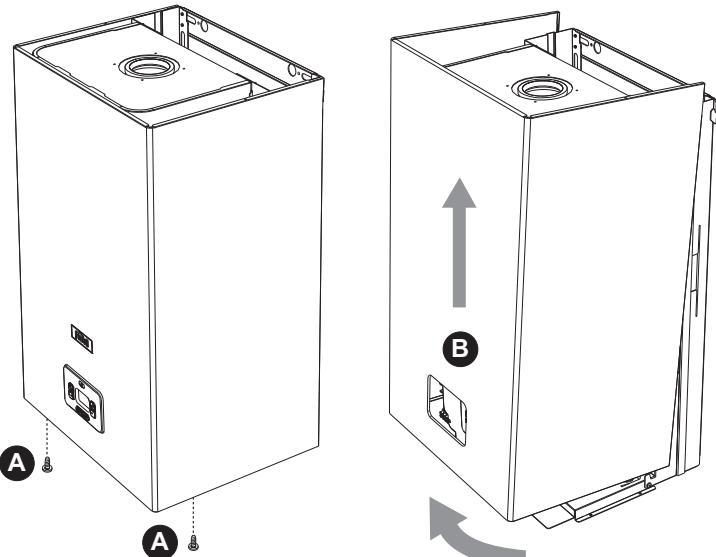

fig. 28- Deschiderea panoului frontal
1. Deșurubați șuruburile A (vezi fig. 28).